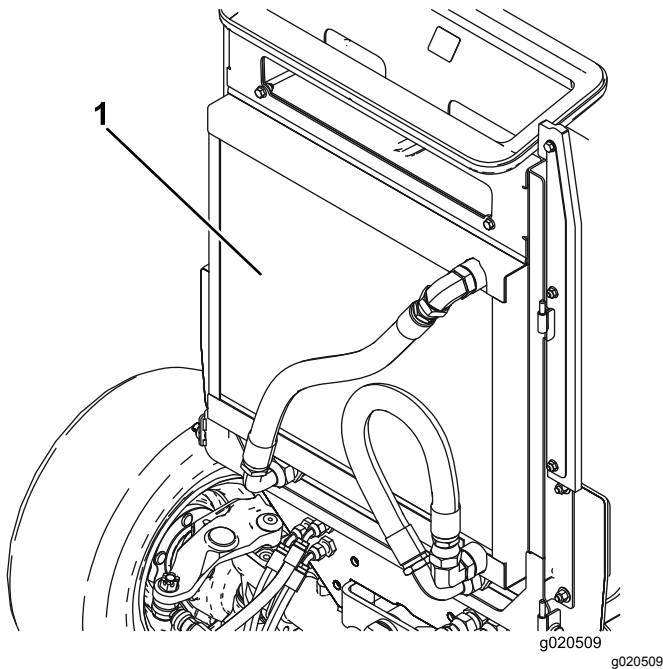

Figura 113
4. Limpe os dois lados do refrigerador de óleo e o radiador com ar comprimido (Figura 113).